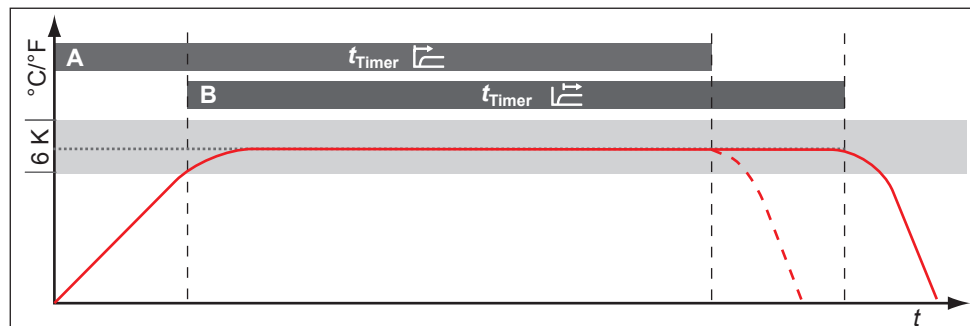

Рис. 37 Режим таймера
Здесь можно установить, должен ли цифровой таймер обратного отсчета с настройкой заданного времени (таймер, см. стр. 35) работать в зависимости от заданного значения — то есть, должно ли время таймера отсчитываться только с момента достижения диапазона допустимых значений заданной температуры ± 3 K (Рис. 37, B) или непосредственно с момента активации таймера (A).